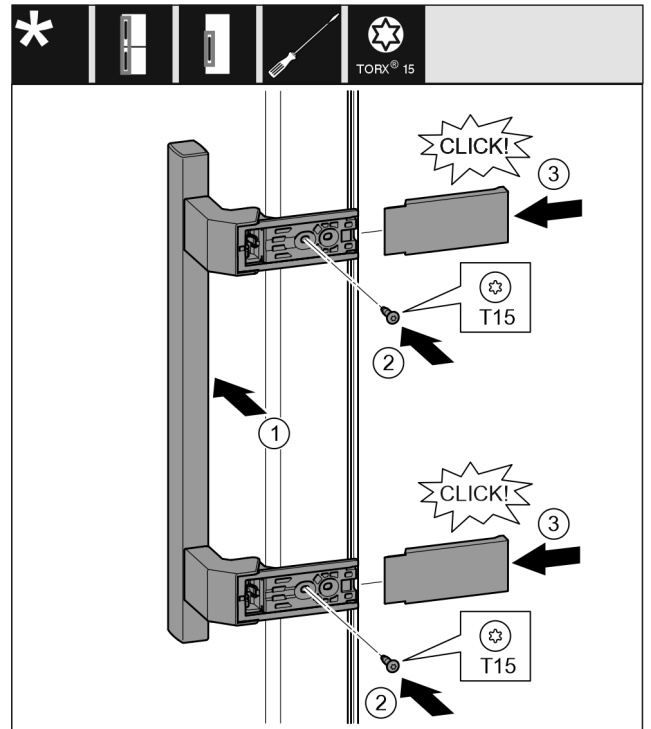

Fig. 18
- ▶ Poser la poignée sur le côté opposé. Fig. 18 (1)
- ▶ Serrer les vis avec un tournevis T15. Fig. 18 (2)
- ▶ Mettre en place les caches latéralement et les enfiler. Fig. 18 (3)